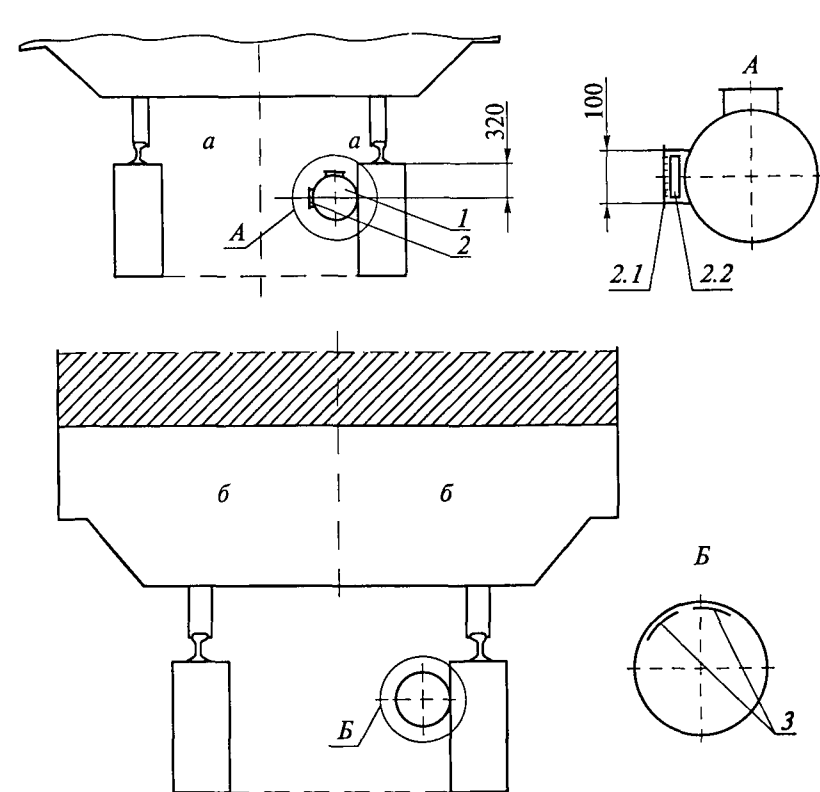

Рис. 4.4. Устройство подачи воздуха комплекта Р.2050:
- воздуховоды обвязки для подвода воздуха от приточной камеры к распределительным коллекторам (рис. 4.4).